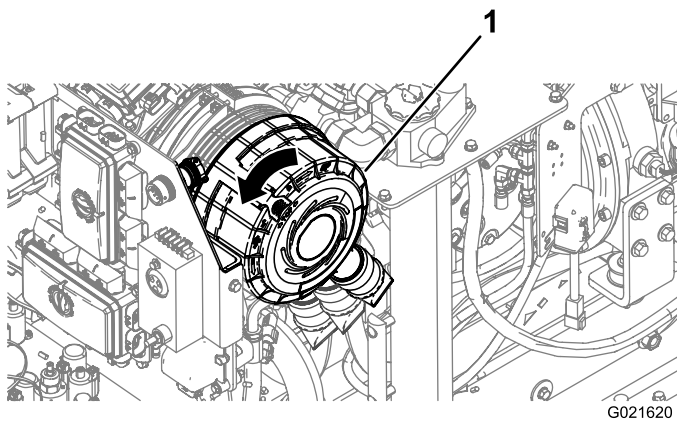

Bild 79
6. Drehen Sie die Luftfilterabdeckung nach links, so dass die Staubkappe auf der 4-Uhr-Position steht (Bild 79).
4. Drehen Sie die Luftfilterabdeckung nach rechts, sodass die Staubkappe auf der 4-Uhr-Position steht (Bild 79).
5. Drücken Sie den Riegel für die Luftfilterabdeckung nach innen, bis sie fest sitzt (Bild 79).